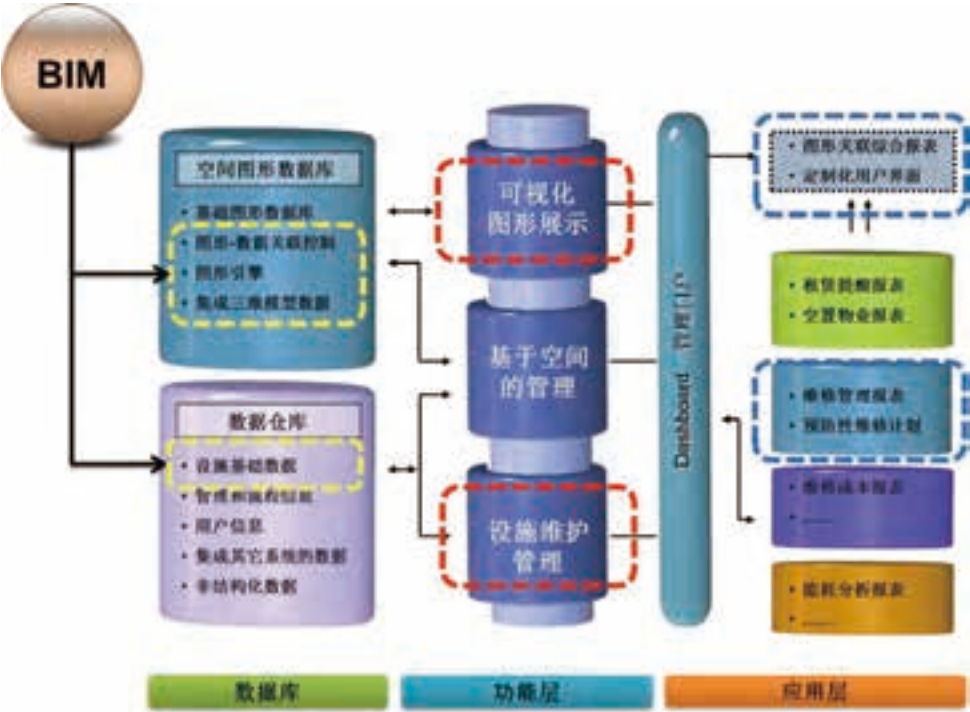

图3 基于BIM的运营管理图
- 在项目运营中，BIM的应用涉及到数据库、功能层、应用层这三个层面。每一层都环环相扣，联系紧密，如图3所示。